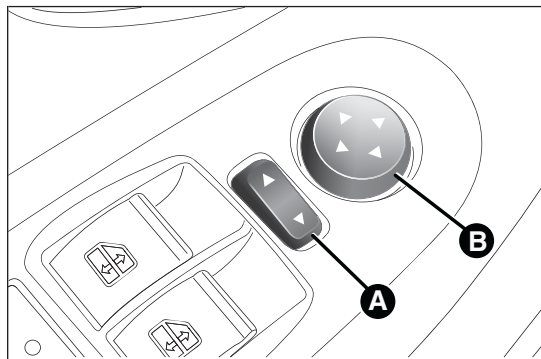

fig. 27
- à l'aide de l'interrupteur A fig. 27, sélectionner le rétroviseur (gauche ou droit) sur lequel effectuer le réglage ;